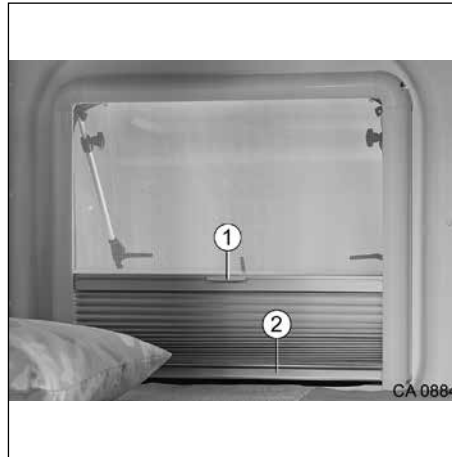

Fig. 11 Mörkläggningsgardin och myggnät
- Greppa listen (Fig. 11, pos. 2) och dra mörkläggningsgardinen uppifrån och nedåt.
- Greppa listen (Fig. 11, pos. 2) och skjut mörkläggningsgardinen nerifrån och uppåt.
- Greppa listen (Fig. 11, pos. 1) och dra myggnätet uppifrån och nedåt. Gardinen kan lämnas i önskat mellanläge.
- Greppa listen (Fig. 11, pos. 1) och dra myggnätet nerifrån och uppåt. Gardinen kan lämnas i önskat mellanläge.